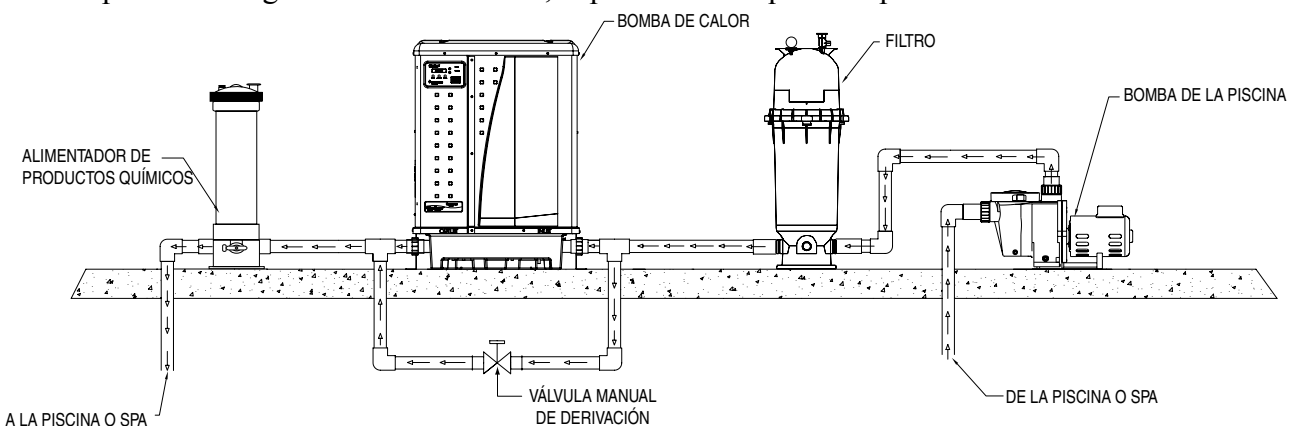

Figura 6. Disposición estándar de las tuberías
Vea la **Figura 6**, que ilustra la disposición estándar de las tuberías para una sola bomba de calor. El diagrama muestra de derecha a izquierda la siguiente secuencia de tuberías:
La bomba de calor debe estar protegida del flujo de retorno de agua por sifonación. Si existe alguna posibilidad de que esto ocurra, coloque una válvula manual de derivación entre la piscina y la salida de la bomba de calor. La disposición de los componentes del sistema de la piscina que no están ilustrados en la **Figura 6** y en los siguientes diagramas puede afectar el funcionamiento del interruptor de presión hidráulica de la bomba de calor. La ubicación de la bomba de calor por arriba o debajo de la superficie de agua de la piscina también puede afectar el funcionamiento del interruptor. En general, el interruptor de presión puede regularse para adaptarse a este efecto si las conexiones de agua de la bomba de calor no están a más de 6 pies (1.8 m) por debajo de la superficie de agua de la piscina o a más de 15 pies (4.5 m) por arriba. Para obtener más información, vea las instrucciones para el ajuste del interruptor de presión (**página 16**) en la sección de puesta en marcha de la bomba de calor de este manual. Si la bomba de calor se instala fuera de este rango, puede ser necesario instalar un interruptor externo de presión en las tuberías aguas arriba de la bomba de calor. Si necesita más detalles, llame al departamento de Servicio Técnico de Bombas de Calor de Pentair Water al (800) 831-7133.
El colector de entrada/salida de la bomba de calor viene equipado con una válvula automática interna de control del flujo. La válvula automática de control del flujo mantiene un caudal adecuado en la bomba de calor con tasas de hasta 100 gpm (380 lpm). Si la magnitud de flujo del sistema de filtración es superior a 100 gpm (380 lpm), instale una válvula manual de derivación; vea la **Figura 6** en la **página 7**.